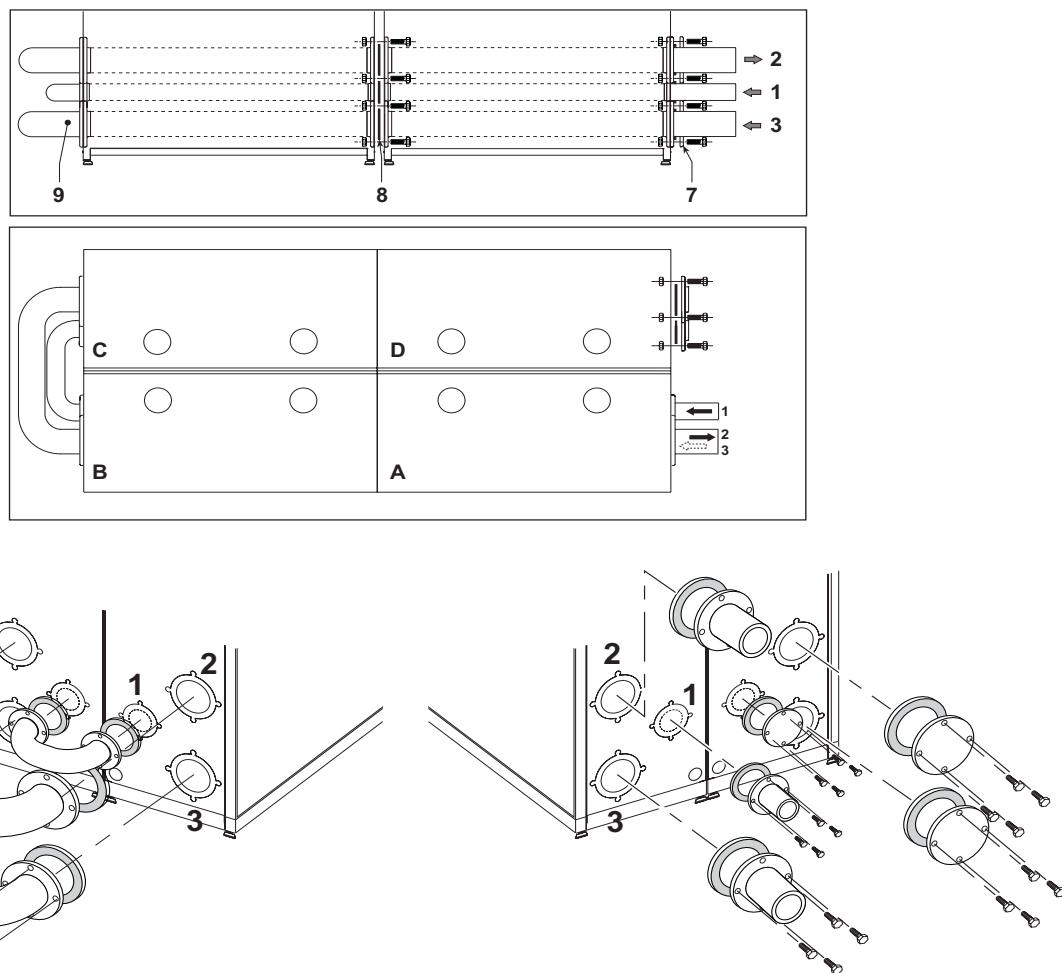

fig. 20 - Kit per il collegamento di moduli contrapposti
- Predisporre i moduli secondo lo schema di fig. 20.